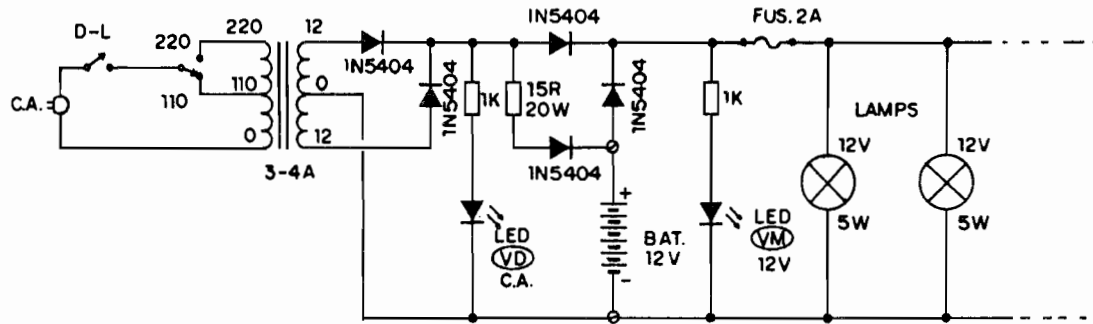

Fig.1
**- FIG. 1 - DIAGRAMA ESQUEMÁTICO DO CIRCUITO** - Mesmo "mantendo em pé" as melhores características, o circuito foi propositalmente "enxugado", eliminando-se toda e qualquer sofisticação que pudesse complicá-lo ou elevar seu custo final (sem perda das essenciais condições de confiabilidade e segurança no funcionamento...). Assim, na prática, foram evitados módulos eletrônicos complexos, optando-se por uma fonte simples, baseada num trafo convencional (primário para 0-110-220V e secundário para 12-0-12V x 3 ou 4 ampéres...), proporcionando a redução da Tensão da rede (110 ou 220 volts, seccionada por chave...) para 12V, sob razoável Corrente... Dois diodos 1N5404 estabelecem uma retificação em onda completa (facilitada pelo terminal central, de "zero" volt, do secundário...), oferecendo uma C.C. pulsada, já nos parâmetros necessários aos módulos seguintes e à aplicação final. Logo em seguida, um LED (verde), protegido quanto à Corrente por um resistor de 1K, monitora a presença de Tensão na rede local (por método **indireto** já que encontra-se acoplado ao secundário do trafo..) e - ao mesmo tempo - atua como piloto do estado em **stand by** do **ILPES**... A partir desse ponto do circuito, a energia é literalmente "dividida", seguindo uma parte dela (num máximo "permitido" de aproximadamente 2A, porém num limite "estabelecido" de pouco mais de 1A...), através de um outro diodo 1N5404, diretamente para a Saída operacional destinada ao acionamento de até 15W de lâmpadas (obviamente, lâmpadas para 12V, tipo "automotivo" - detalhes mais à frente...). No percurso final da energia, um fusível para 2A previne problemas pa-